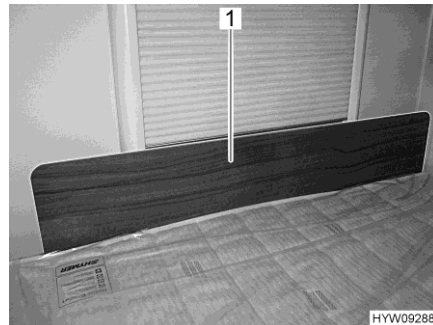

Fig. 78 Panel protector / protección contra caídas
- Meter el panel protector (Fig. 78,1) delante de la ventana, entre el colchón y el marco de la ventana. El efecto de apriete del colchón retiene al panel protector en su posición delante del marco de la ventana.